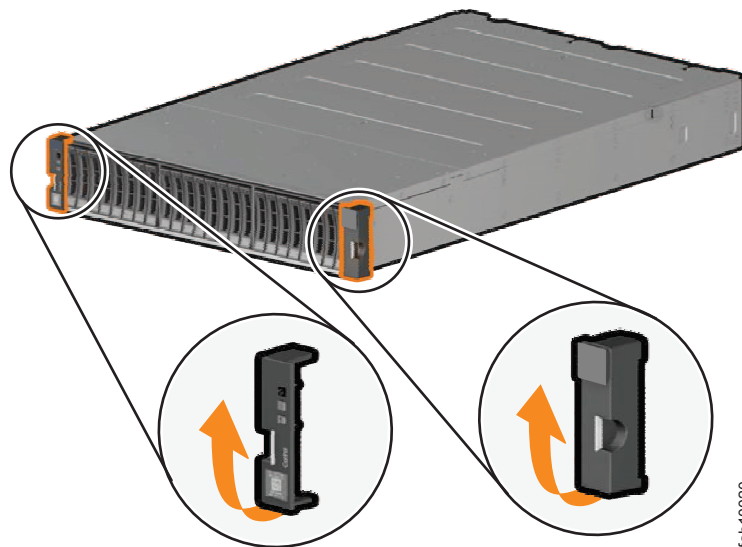

Figura 40. Extracción de las tapas del alojamiento
1. En cualquier lateral de los conjuntos de unidades, extraiga las tapas del alojamiento sujetando el brazo y tirando de la parte inferior de la tapa hasta soltarla, a continuación, extraiga la pestaña de la parte superior del alojamiento. (Consulte Figura 40).